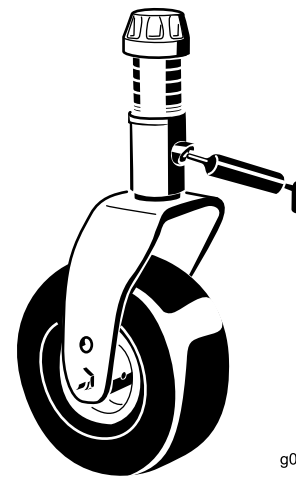

Figura 65
- Boccola (1) dell'asse della forcella della ruota orientabile (Figura 65)
- Boccole del perno del braccio di rinvio (1) (situate sotto il braccio di rinvio)